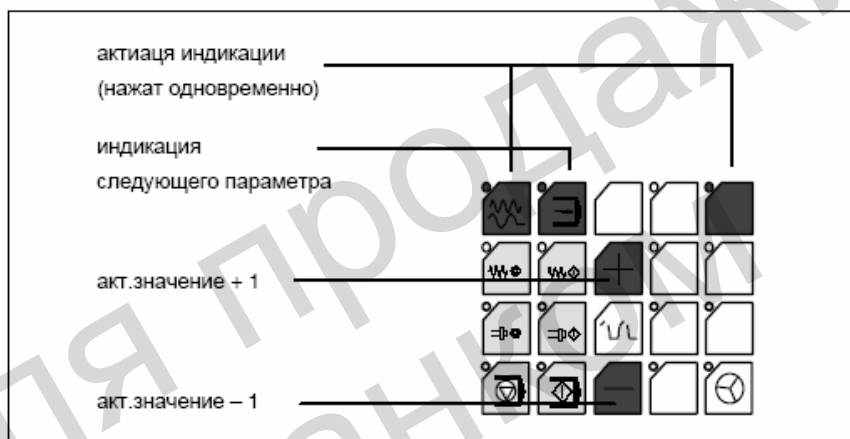

Рис. 5-13 Индикация и изменение параметров цикла GD
Актуальные значения параметров цикла GD РПУ могут устанавливаться или проверяться на дисплее РПУ (см. рис. 5-13).
При индикации на дисплее РПУ сообщения "Waiting for PLC" необходимо одновременно нажать верхнюю правую и левую клавиши на РПУ (см. рис. 5-13). После этого индицируется первый параметр цикла GD.
Значение параметра цикла GD может изменяться с помощью клавиш + или - (см. рис. 5-13) в пределах допустимого диапазона значений.
Посредством второй клавиши слева в верхнем ряду клавиш (см. рис. 5-13) осуществляется переключение на следующий параметр. При переключении на последний параметр цикла GD установленные значения автоматически сохраняются в РПУ (Flash-EEPROM).
5. Проверить параметры цикла GD РПУ (см.: рис. 5-13, стр. 5-158).